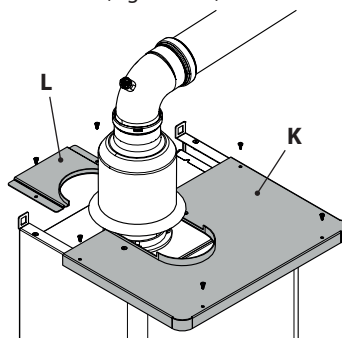

Figura 5.79
- Posizionare e fissare la copertura superiore **K** e il particolare **L** (Figura 5.79).